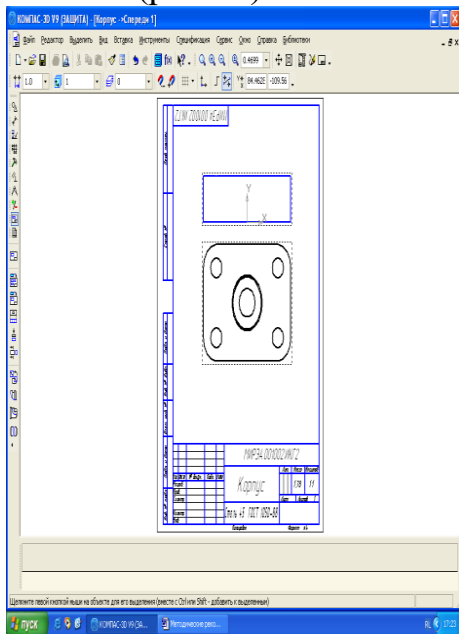

Рис.38. Ассоциативные виды **Корпуса**
- Поместите фантомы ассоциативных видов в любом месте чертежа (при окончательном оформлении чертежа вы проведёте его компоновку) и щелкните мышью (рис.38).